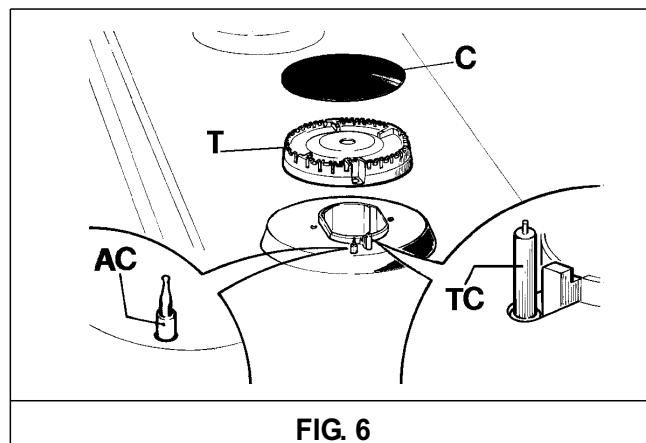

FIG. 6
Si on veut conserver la brillance de la table, il est très important de la laver après chaque utilisation à l'eau savonneuse tiède puis de la rincer et de la sécher. Laver de la même manière les grilles émaillées, les couvercles émaillés "C" des répartiteurs de flamme et les injecteurs "T" (voir fig. 6).
- vérifier que les trous de sortie de gaz des répartiteurs de flamme "T" (fig. 6) ne sont pas bouchés par des corps étrangers.
- S'assurer que le couvercle émaillé du répartiteur de flamme "C" (fig. 6) est correctement positionné sur le répartiteur de flamme, c'est à dire qu'il est dans une position parfaitement stable.